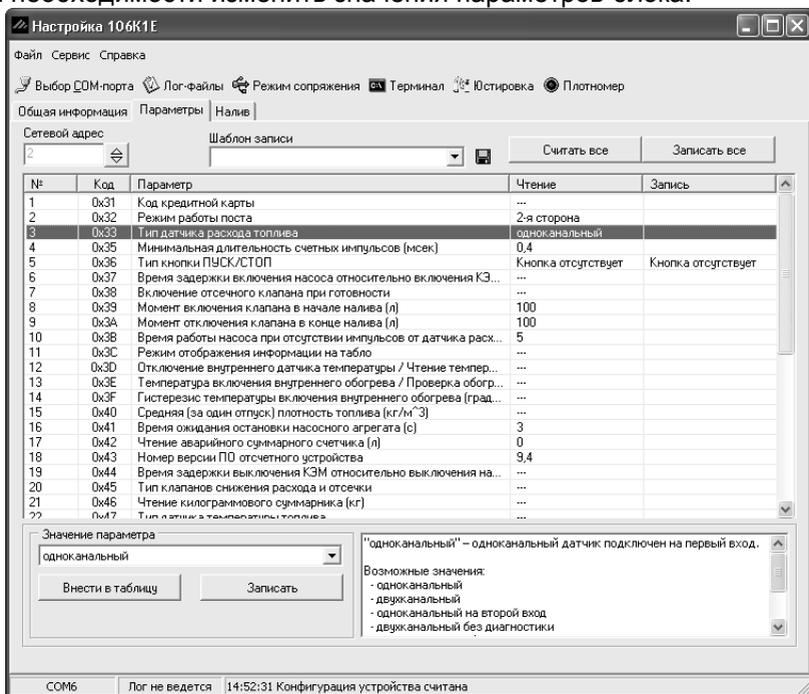

Рисунок 4
7.2.3 На вкладке "Параметры" (рисунок 4) можно просмотреть и при необходимости изменить значения параметров блока.